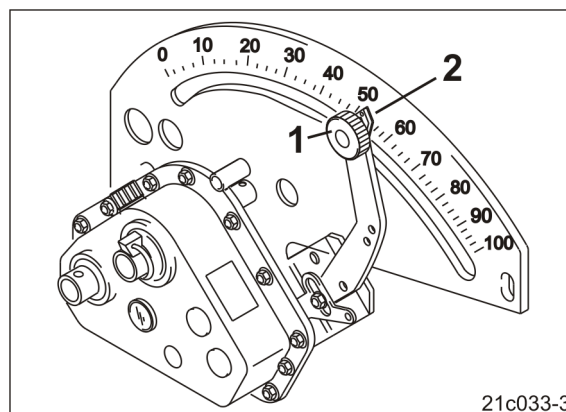

Рис. 172
7. Ослабьте фиксирующую головку (Рис. 172/1).
9. Установите стрелку (Рис. 172/2) рычага редуктора на значение редуктора.